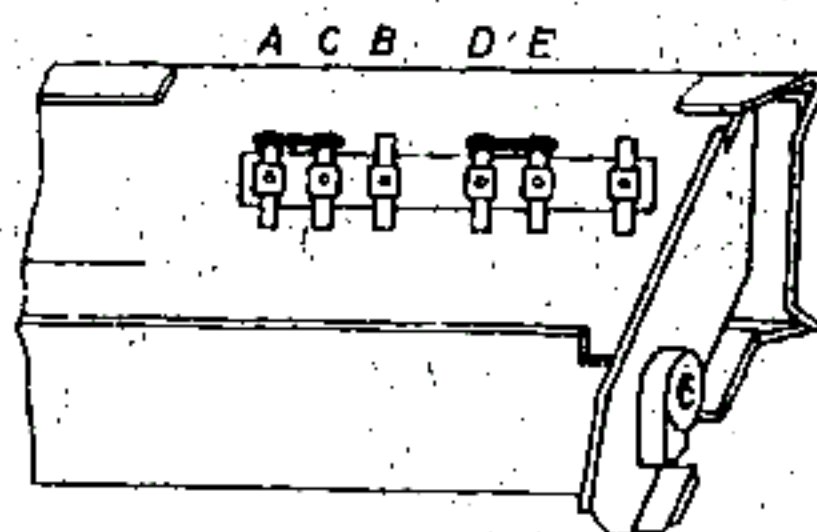

Abb. 2
Das Kurzwellen-Vorsatzgerät wird am zweckmäßigsten unterhalb des Hauptempfängers am Armaturenbrett befestigt. Die Montageteile hierfür sind dem Gerät beige packt. Die Lochschiene wird entsprechend Abb. 2 befestigt und so abgewinkelt, daß sie an einer freien Stelle an der Spritzwand angeschraubt werden kann.
- Bei 6 V, + oder - Pol der Batterie an Masse, Anodenspannung des Hauptempfängers 60 V, siehe Abb. 2 und 3. Dieser Anschluß gilt für die Geräte mit Transistoren, ausgenommen KÖLN TR.